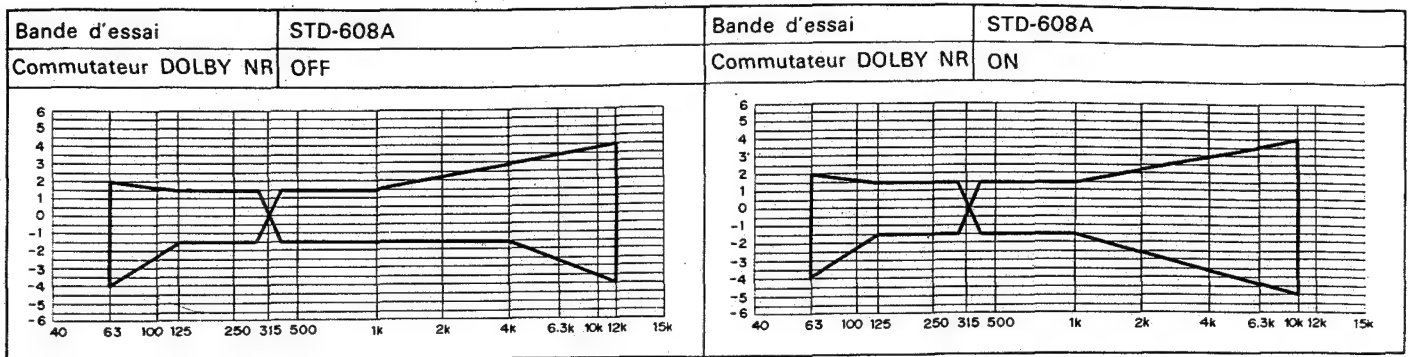

Fig. 10-6 Zone de tolérance de la réponse de fréquence d'enregistrement et de lecture (NORM)
* Choisir la bande d'essai, régler le sélecteur de bande, brancher l'interrupteur de réduction de bruit Dolby et obtenir la zone de caractéristique de fréquence comme illustré en Fig. 10-6